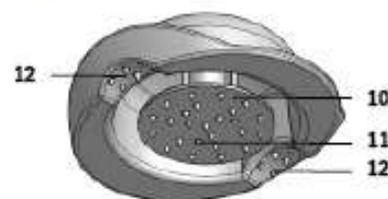

Рис. 3:
1. Положите нарезаемый продукт (или, если продукт уже нарезан, положите его ровной поверхностью вниз) на терочную поверхность (1). Установите зажим посередине, чтобы удерживающие шипы пресса (10), т. е. 3 встроенных металлических шипа (11) вошли в нарезаемый продукт (см. рис. 3). Это предотвращает случайное соскальзывание продукта во время нарезания.
2. При вхождении шипов в нарезаемый продукт пресс (10) выдавливается в верхнюю часть зажима. При нарезании давление, оказываемое свободной рукой на пресс (10), направлено вниз, и, таким образом, продукт скользит по лезвиям автоматически, пока не будет нарезан до конца.